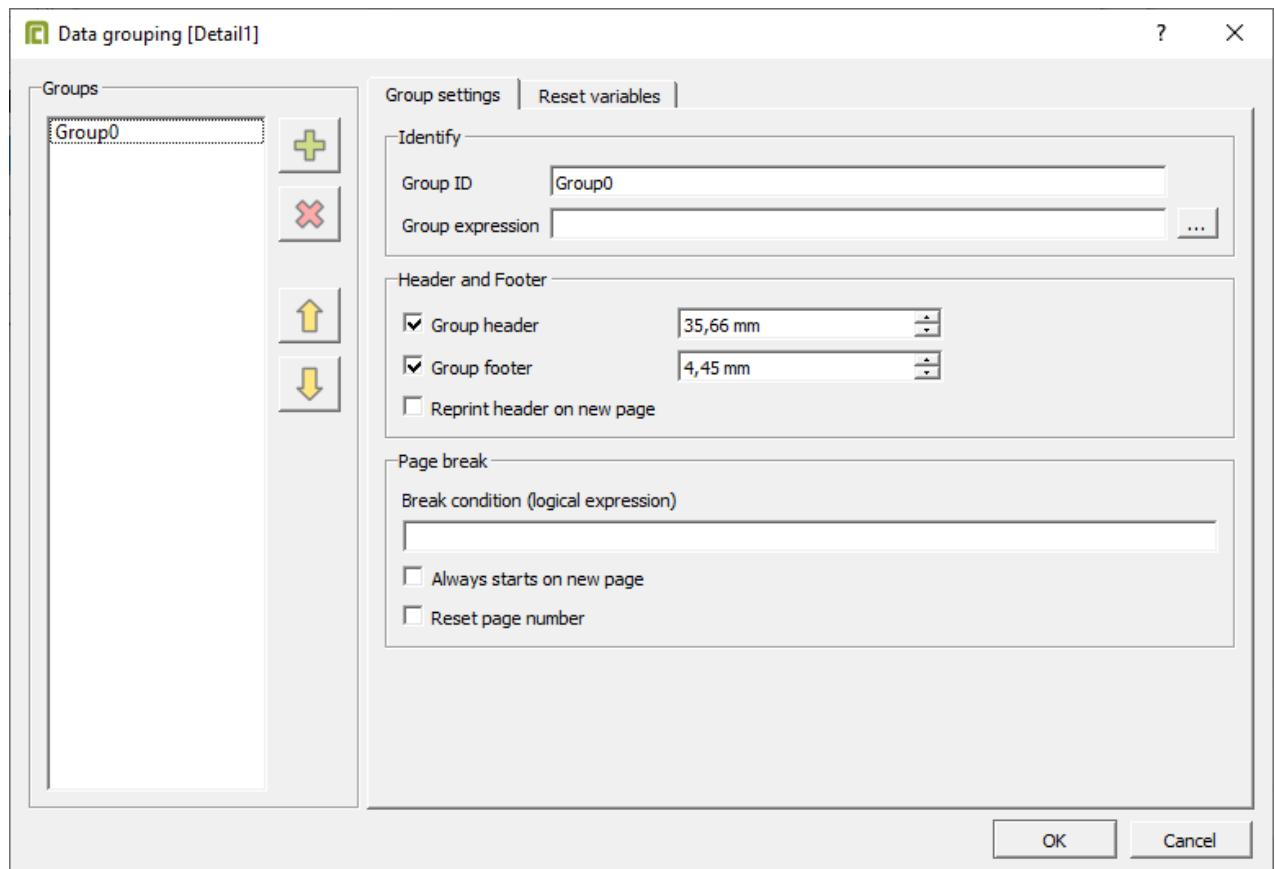

Рисунок 149 - Настройка Detail Group
4. Нажмите **OK** (Рисунок 149).